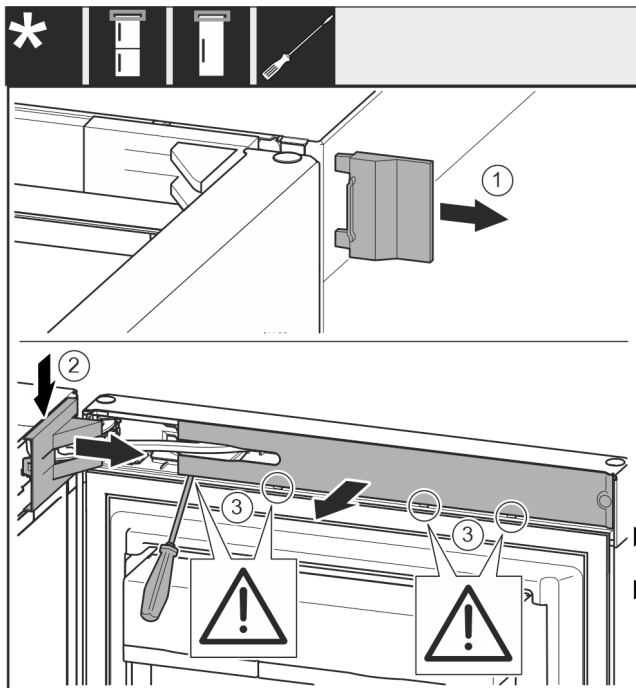

Fig. 5
- ▶ Retire la cubierta exterior. Fig. 5 (1)
- ▶ Desencaje y suelte la cubierta del soporte de cojinete. Retire la cubierta del soporte de cojinete. Fig. 5 (2)
- ▶ Desencaje el panel con el destornillador para tornillos de cabeza ranurada y gírelo lateralmente. Fig. 5 (3)